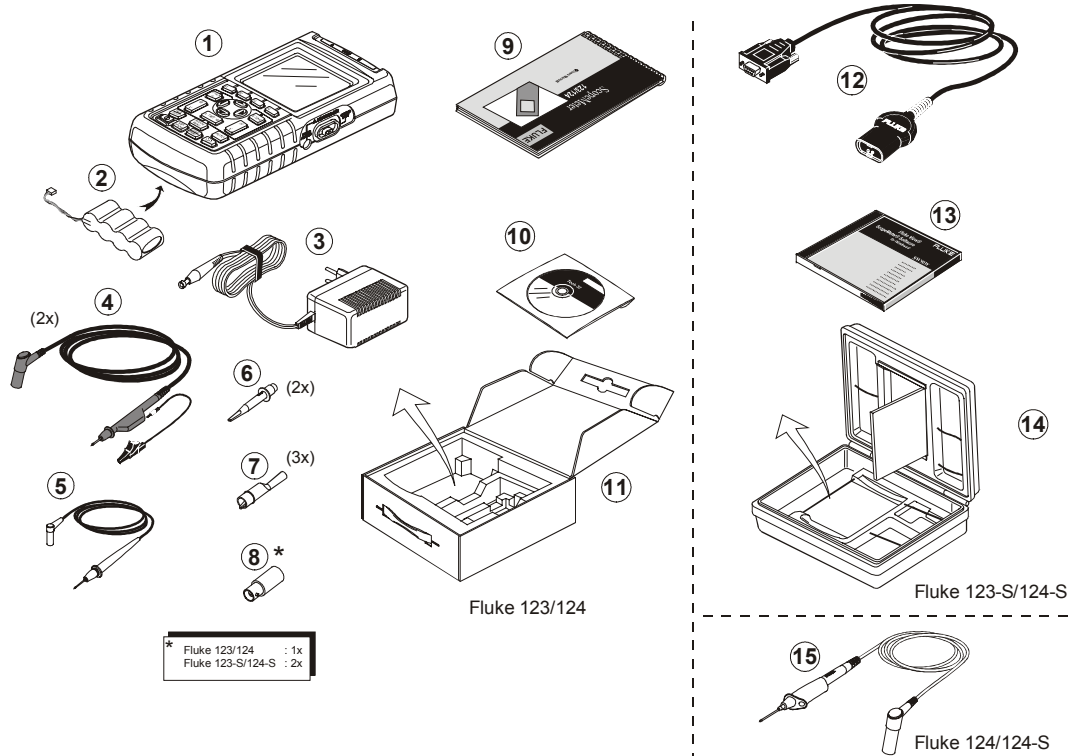

Figure 1. Kit Testeur ScopeMeter industriel
Les articles suivants sont présents dans le kit de votre testeur. (Voir figure 1.):
- **Ne connectez jamais le fil de masse (Figure 1, item 5) à des tensions supérieures à 42 V crête (30 V efficaces) par rapport à la terre.**